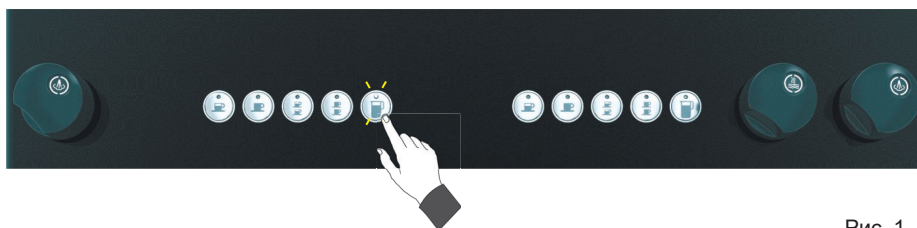

Рис. 1
- Убедитесь, что напряжение сети питания здания соответствует указанному на этикетке, прикрепленной к кабелю (см. рисунок 1).